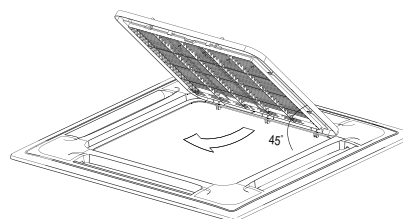

Fig.5-10
- Mueva la rejilla hasta un ángulo de 45 grados y retírela. (ver la Fig.5-10)